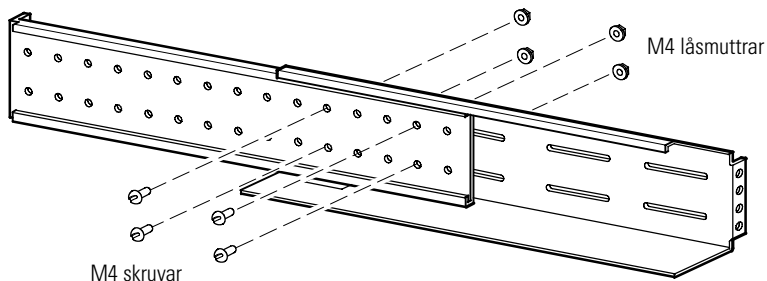

Bild 2. Dra åt skenjusteringen (höger skena visas)
4. Montera fyra M4 maskinskravar och fyra M4 låsmuttrar mitt på skenan för att dra åt skenjusteringen. Dra åt med en 7 mm (9/32") mutterdragare. Se Bild 2.